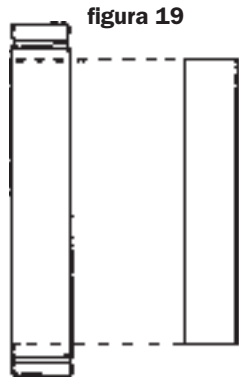

figura 19
1. Serrar un trozo de la vara de caña o bambú de manera que ambos extremos queden abiertos (figura 19).